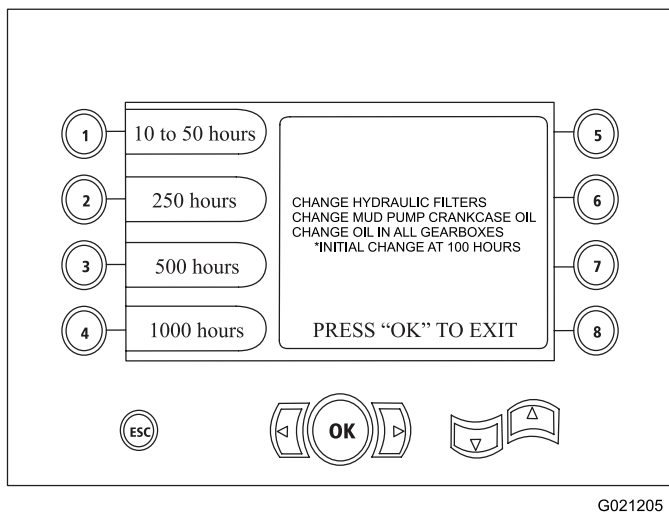

Рисунок 26
- Кнопка 3 – регламент техобслуживания после наработки 500 часов (Рисунок 26)